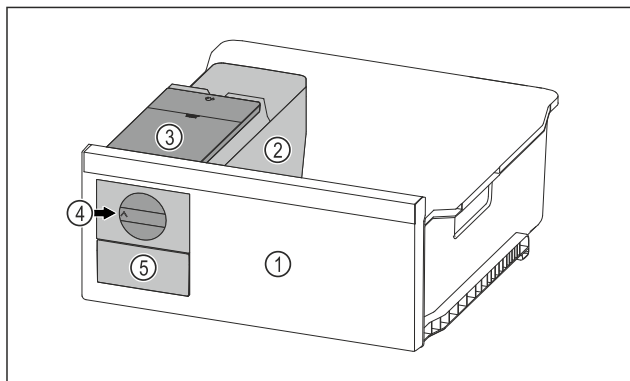

Fig. 70 Ilustrační zobrazení
- Otočte otočný knoflík Fig. 70 (4) ve směru hodinových ručiček až na doraz.
- Kostky ledu padají z mísky na kostky ledu do zásuvky na kostky ledu Fig. 70 (5). Pokud se ze mísky na kostky ledu neuvolní všechny kostky ledu: